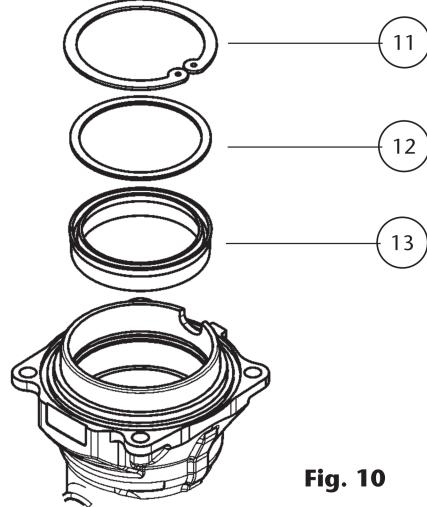

Fig. 10
5. Remove the piston (10) and disassemble the circlip (11), the washer (12) and the seal (13) (fig. 10). Check the piston for scratches and replace damaged parts.
5. Quite el vástago (10) y desmonte el anillo de seguridad (11), la arandela (12) y el collarín (13) (fig. 10). Verifique que el vástago no esté rayado y sustituya piezas deterioradas.
- Den Kolben (10) entfernen und den Sprengring (11), die Beilagscheibe (12) und die Dichtung (13) zerlegen (Bild 10) Kolben auf Kratzer prüfen. Evtl. beschädigte Teile ersetzen.